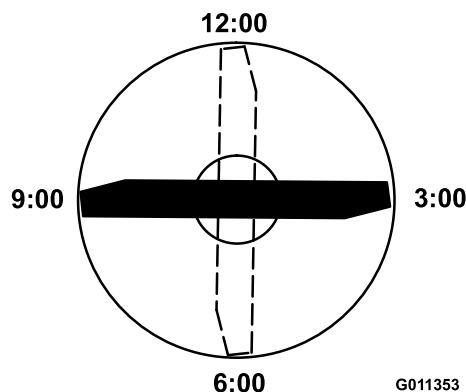

Figura 88
4. Umístěte ostří označeného konce žacího nože do polohy 12 hodin (přímo dopředu ve směru sekání) (Figura 88) a změřte výšku od stolu k ostří žacího nože.
5. Otočte označený konec žacího nože do polohy 3 hodiny a 9 hodin (Figura 88) a změřte výšky.